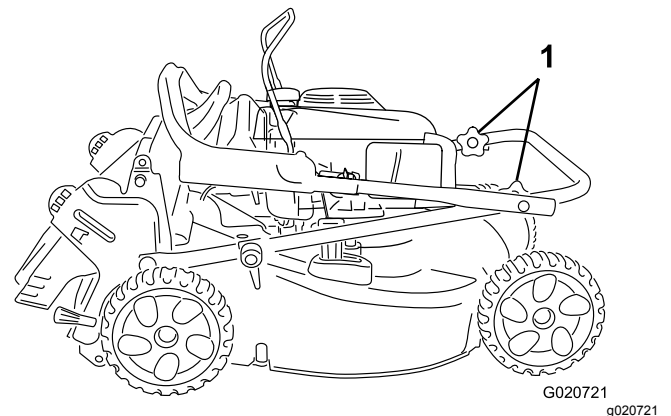

Bild 22
3. Drehen Sie das obere Teil des Griffs zurück in Richtung Motor, siehe Bild 22.